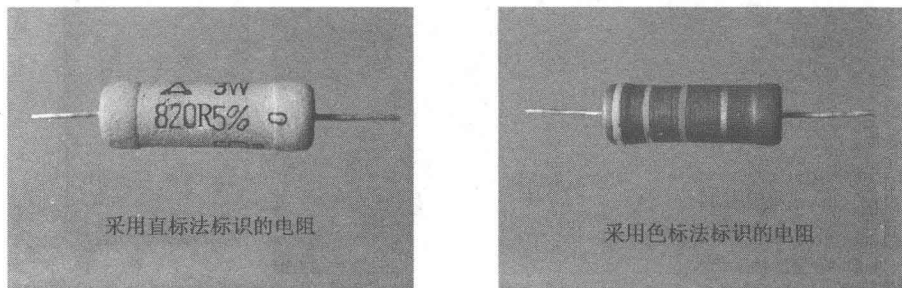

图 1-10 采用直标法和色标法标记的电阻器
④ 根据待测电阻器的表面标识调整挡位,选择正确的量程。如图 1-10 所示,分别是采用直标法和色标法标记的电阻器。